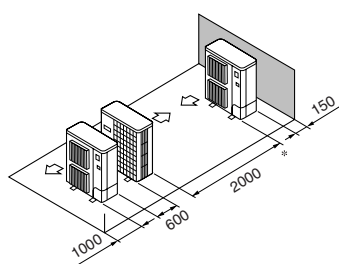

Fig. 2-12
- ⑤ Uppställning med en enskild parallell enhet (Fig. 2-12)